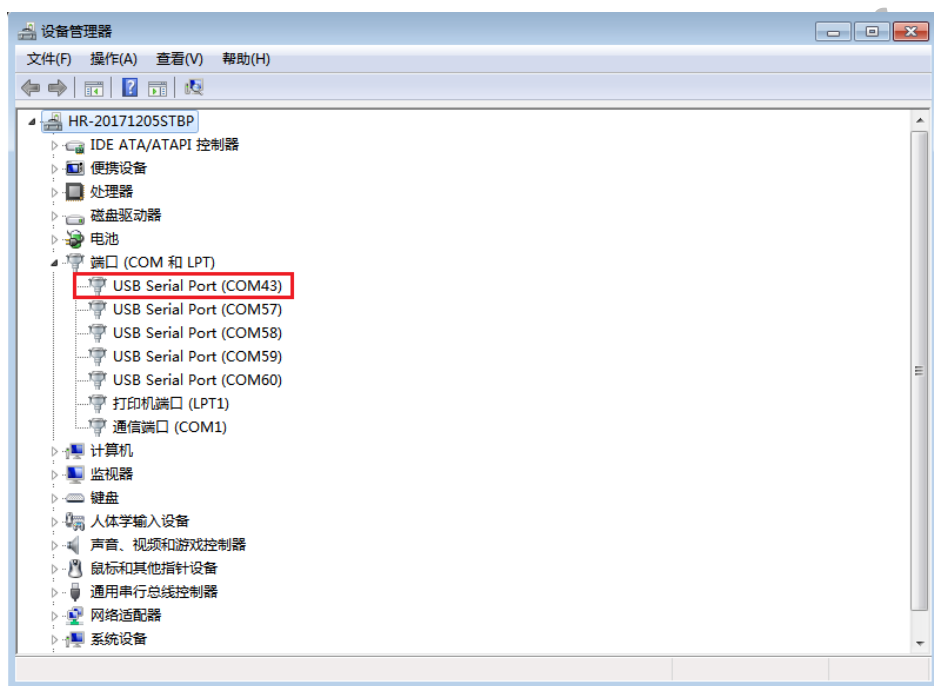

图 2-1 端口查找
- (1) 开发板与 PC 端正确连接后，右键单击  选择 **属性(R)**。
- (2) 在 **设备管理器** 中，查找新增的端口，不同 PC 端口名称不同。如图 2-1 所示，COM43 即为新增串口。